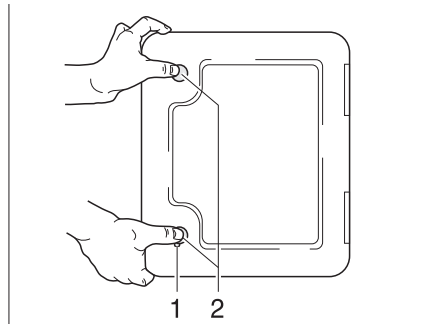

Fig. 145 Sportello per la cassetta della toilette
- Aprire lo sportello della cassetta all'esterno del veicolo. Inserire la chiave nel cilindro della serratura a pressione (Fig. 145,1) e ruotare di un quarto di giro.
- Premere contemporaneamente con i pollici entrambe le serrature a pressione (Fig. 145,2) e aprire lo sportello per la cassetta.